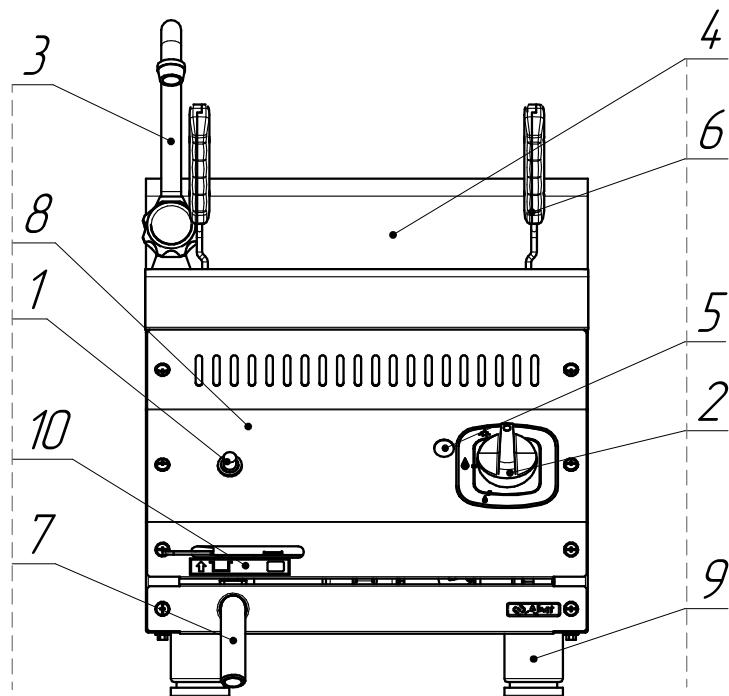
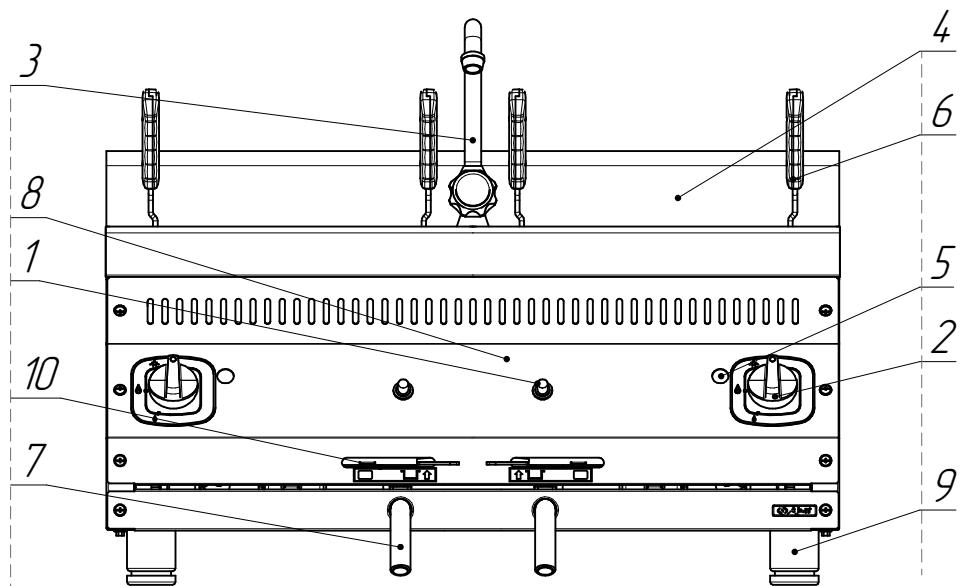
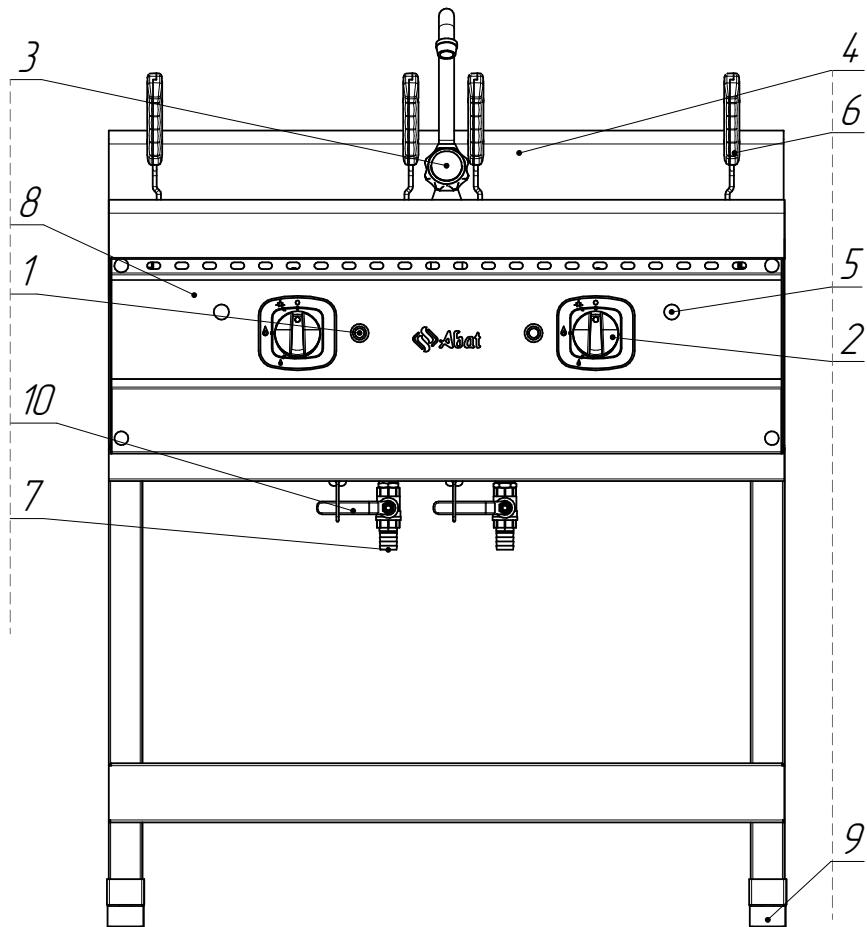

Рис. 1. Газовая горелка ГВК-40Н
Рис. 2. Газоварка ГВК-80/2Н
Рис. 3. Газоварка ГВК-90/2П
4.1 Устройство газовой горелки показано на рис.1, рис.2 и рис.3.
Нажмите на ручку крана горелки и поверните ее против часовой стрелки, установив символ искры зажигания  напротив метки на панели управления (рис. 2а). Нажав до упора, одновременно произведите поджог газа при помощи пьезорозжига. Удерживайте ручку крана в течение не менее 15 секунд, после чего отпустите. После проведения вышеуказанных операций необходимо проконтролировать наличие горения газа, для чего необходимо посмотреть в смотровое окно 6 (рис.1), в котором можно наблюдать наличие пламени. Пламя должно быть устойчивым. Если пламя не горит, повторите операцию.
Для доступа к муфте необходимо снять лицевую панель 8 для ГВК-40Н и ГВК-80/2Н (см. рис. 1 и рис.2), предварительно отвернув крепежные винты и сняв ручку крана 2. На ГВК-90/2П муфта находится в задней части изделия рядом с точкой подключения газа. Вывинтить затяжной винт и подключить к ней гибкий шланг "U"-образного манометра;